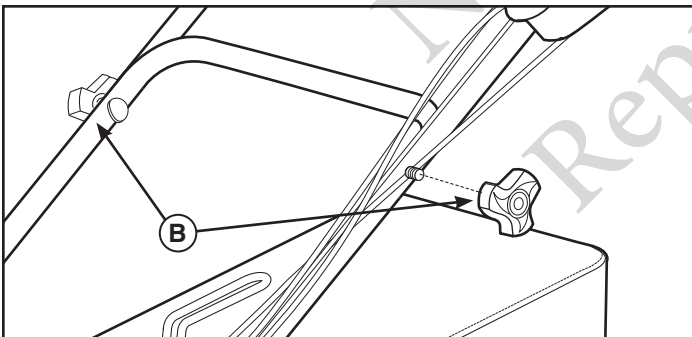

Fig. 3
3. Ta bort skyddsisoleringen. Lossa det övre handtagets knoppar (**B**, Fig. 3) genom att fästa det övre handtaget vid det nedre handtaget.